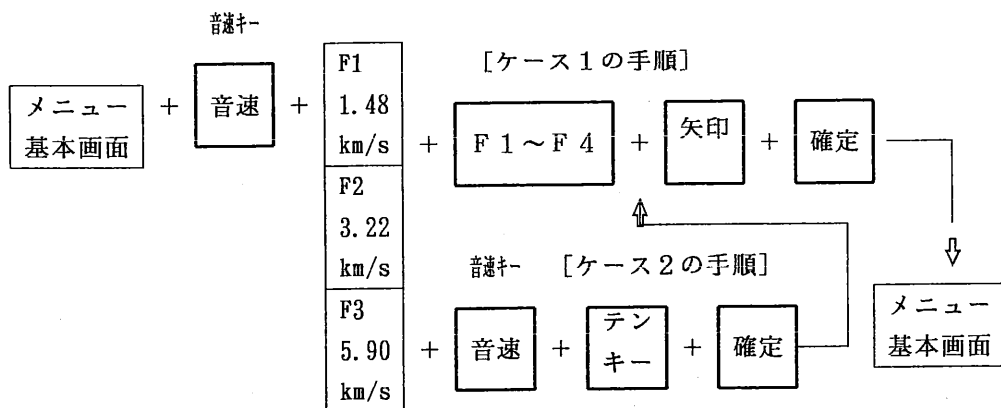

図 6.2.23 試験体の音速を調整・設定する方法
- ① 機能キー〔音速〕を1回押しますと、音速選択メニューが図 6.2.23 に示したようにメニューエリアに表示されます。
- ② 設定したい音速に応じて選択キー〔F1～F3〕を押して下さい。
- ③ もし、その音速の精密な調整が必要ならば、探傷図形を見ながら矢印キーで、その音速を増減し、表示器の探傷条件表示エリアの音速の値が、この操作で変化することを確認して下さい。
- ④ 所定の値に音速を設定した後、確定キーを押します。入力した音速は、UI-23 に設定されます。メニューエリアはメニュー基本画面に戻ったことを確認して下さい。
- ② テンキーモードを得るために、もう1度機能キー〔音速〕を押します。
- ③ テンキーモードで、既知の音速値を入力します。
- ④ 最後に、確定キーを1回押します。入力モードがテンキーモードから矢印キーによって精密調整が可能なモードに変わります。もし、更に調整する必要がなければ、もう1度確定キーを1回押します。入力した音速は、UI-23 に設定されます。メニューエリアはメニュー基本画面に戻ったことを確認して下さい。